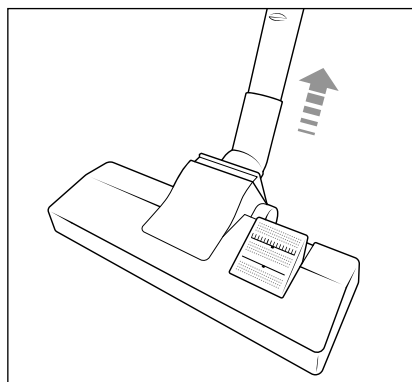

Fig. 7
- ◆ Pour détacher la brosse de sol **14** du tube d'aspiration télescopique **16**, retirez le tube d'aspiration télescopique **16** de la brosse de sol **14** (voir figure 7).